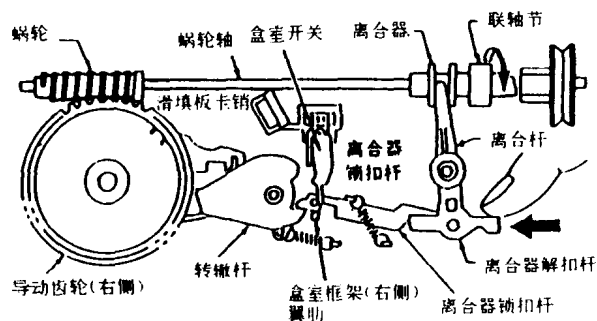

图 1-16
1. 按图 1-16 中旋转箭头所示方向(顺时针)旋转联轴节, 移动带盒滑填板, 直至滑填板卡销移至滑填板凹槽底部为止(带盒填装状态)。
2. 滑填板移至图 1-16 所示位置后, 用手指沿图中直线箭头所示方向按压离合器解扣杆, 让离合器锁扣杆紧扣盒室框架(右侧)的翼肋。